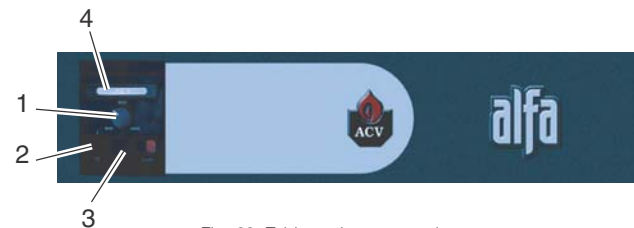

Fig. 20: Tableau de commande
7.1.1 SE FAMILIARISER AVEC LE TABLEAU DE COMMANDE (Fig. 20)
Sur le tableau de commande, couper l'interrupteur général. (repère 2, Fig. 20)
1 - Thermostat de réglage de 60 à 90° C (repère 1, Fig. 20)
2 - Interrupteur général (repère 2, Fig. 20)
3 - Commutateur Été/Hiver (repère 3, Fig. 20)
4 - Thermomètre (repère 4, Fig. 20)